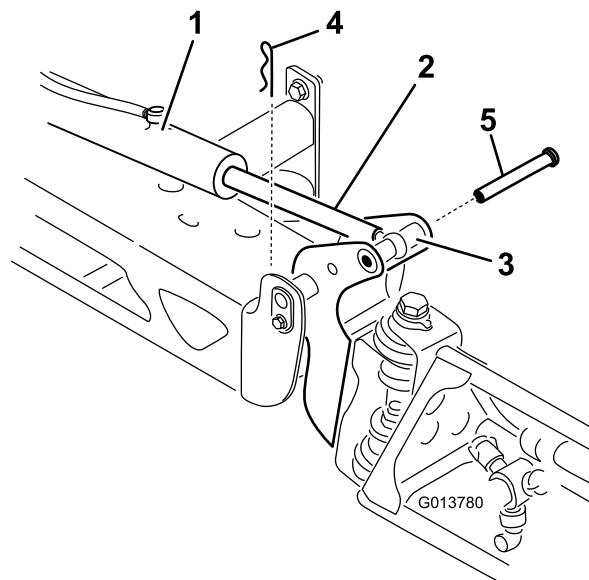

Bild 99
3. Heben Sie den Ausleger an und nehmen Sie den Stift ab (Bild 99), senken Sie den Ausleger dann langsam auf den Boden ab.
2. Nehmen Sie den Splint vom Lagerbolzen ab (Bild 99).
9. Halten Sie den Ausleger fest und stecken Sie den Stift durch das Auslegerscharnier und die Aktuatorstange (Bild 99).